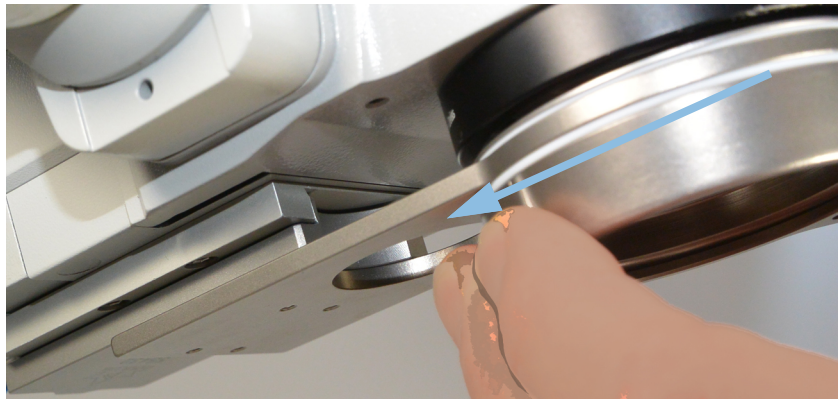

Fig. 9-11: Îndepărtarea plăcii adaptoare
- Scoateți placa adaptoare din șina de prindere tip coadă de rândunică, *Fig. 9-11, pagina 28.*